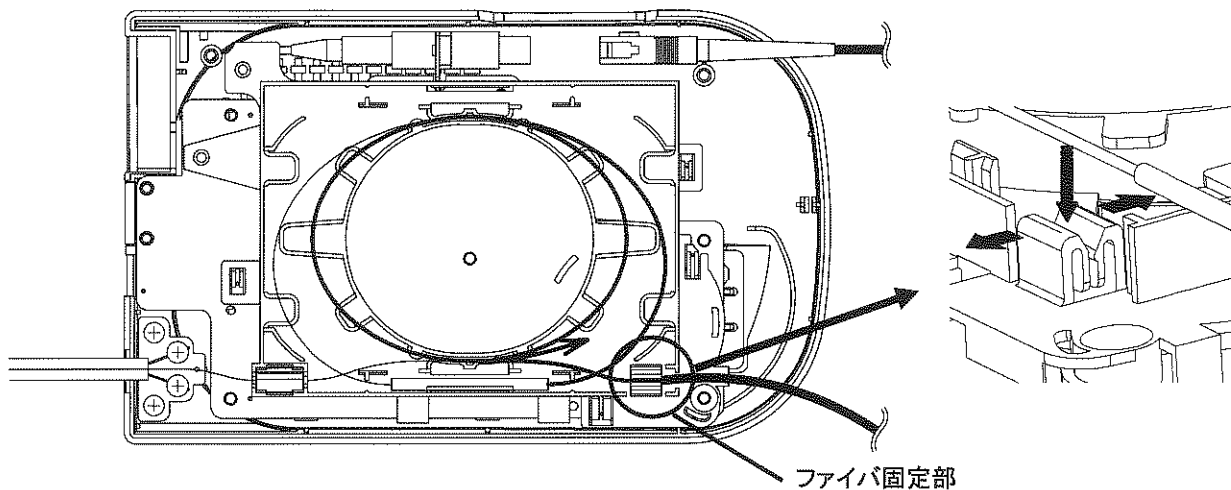

図 4-16 内部接続用ケーブルの余長処理
- ④ 内部接続用ケーブルの光ファイバ心線をスプライストレイの余長処理部に沿って引き回し余長を収納し、内部接続用ケーブルの光ファイバ心線を光ファイバ固定部に固定します。(図 4-16 参照)